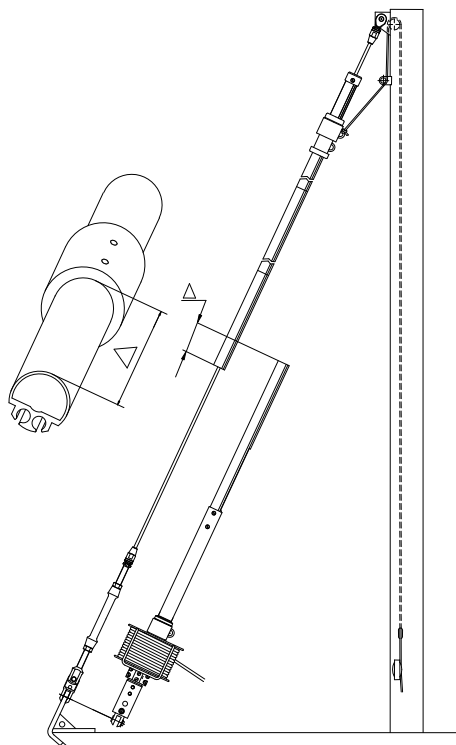

Рис.6
4.6.1. Подрезку лишней части последнего соединительного профиля произвести в соответствии с рис.6. Определив длину удаляемой части, наложить кондуктор, закрепить его на профиле с помощью зажимного винта и отрезать лишнюю часть.